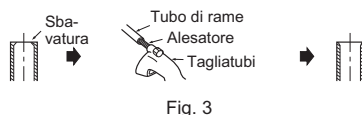

Fig. 3
- 2) Rimuovere completamente tutte le sbavature dalla sezione di taglio del tubo. (Fig. 3)